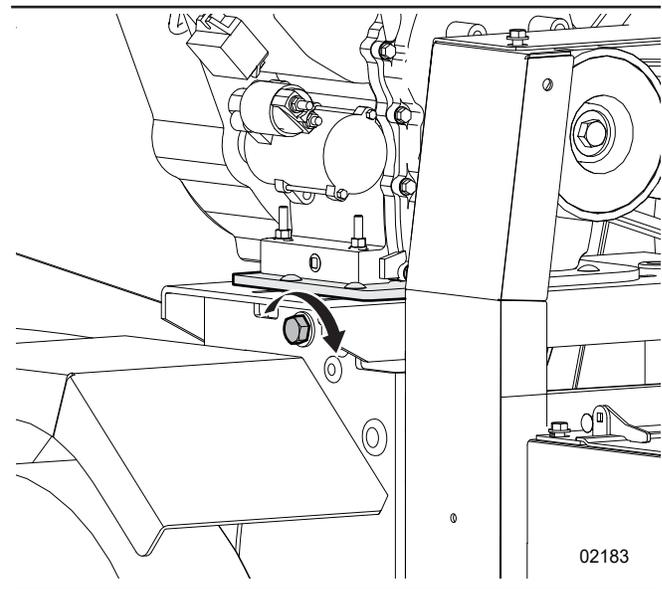

Figure 27 – Boulon de tension de la courroie d'entraînement
3. Utilisez le boulon de tension de la courroie d'entraînement pour déplacer le moteur et éliminer la tension de la courroie d'entraînement. Voir *Figure 27*.
4. Utilisez le boulon de tension de la courroie d'entraînement pour régler la tension de la courroie d'entraînement. Voir *Figure 27*.